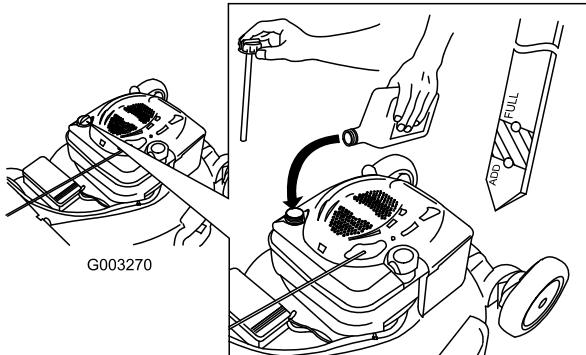

Bild 10
2. Ziehen Sie den Ölmessstab heraus (Bild 10).
5. Nehmen Sie den Peilstab heraus und lesen den Ölstand ab, siehe Bild 10.